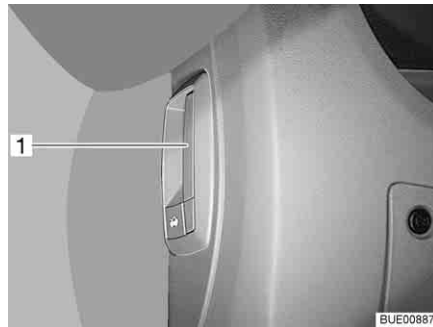

Bild 40 Låsspak motorhuv (inne i fordonet)
- Dra i spaken (Bild 40,1) under till vänster eller vid sidan om instrumentbrädan.